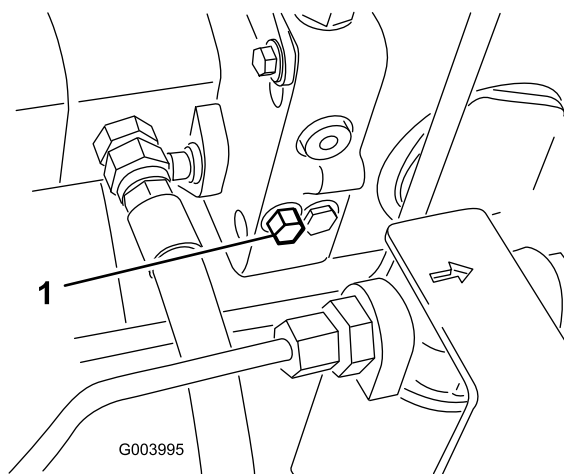

Figura 42
1. La valvola di bypass è situata sul lato sinistro dell'idrostatato (Figura 42). Fate ruotare di un giro e mezzo il bullone per aprire e lasciare bypassare l'olio all'interno. Dal momento che il fluido viene bypassato, potete spostare lentamente la macchina senza danneggiare la trasmissione.